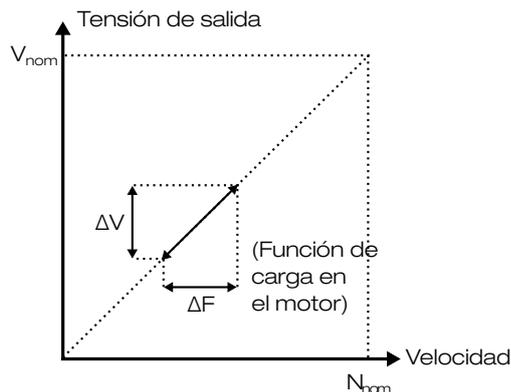

Figura 5.13: Curva V/f con compensación de deslizamiento
- En el modo vectorial (encoder o sensorless) el parámetro P0138 tiene la función descrita en la Figura 5.13 en la página 5-23.